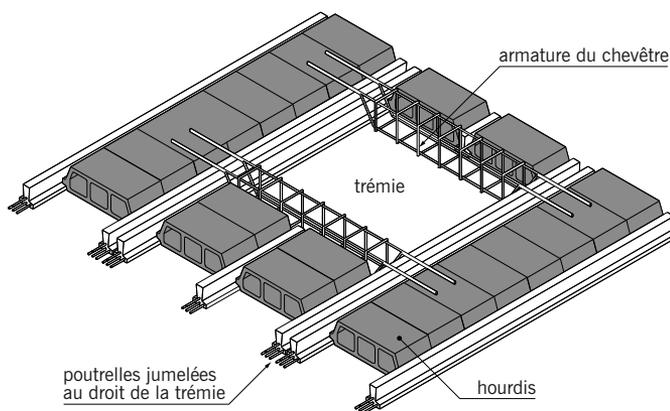

fig. 4.11
■ Le **chevêtre** (fig. 4.11) : petite poutre noyée, en béton armé, disposée perpendiculairement aux poutrelles d'un plancher et située au droit d'une trémie. Le chevêtre supporte l'extrémité des poutrelles interrompues par la présence de la trémie.